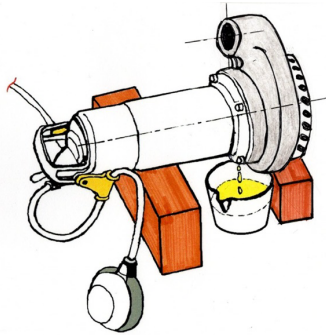

Рис. 9.3
- поверніть насос на 180°, щоб злити оливу у піддон (рис. 9.3);